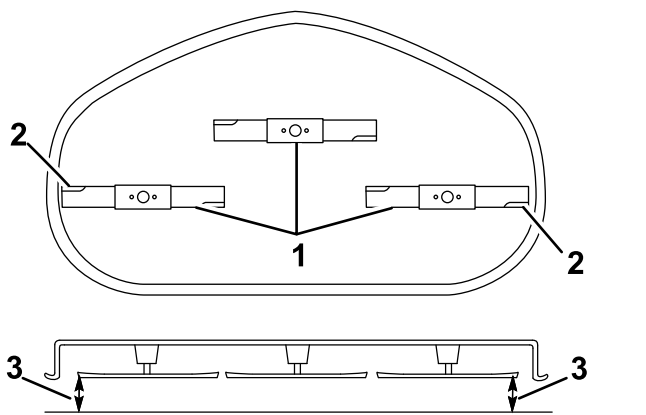

Figure 58
5. Mesurez la distance entre les tranchants extérieurs et le sol plat (Figure 58).